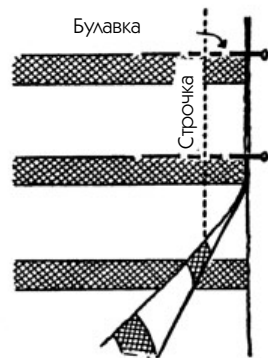

Рис. 85
2. Возьмите тонкие булавки и соедините детали, вкалывая булавки в направлении полос (рис. 85).